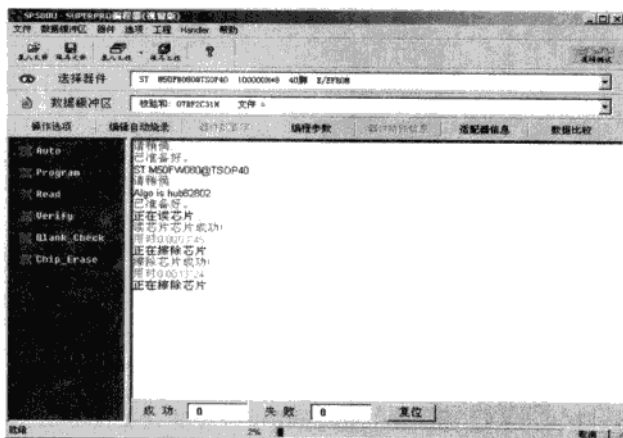
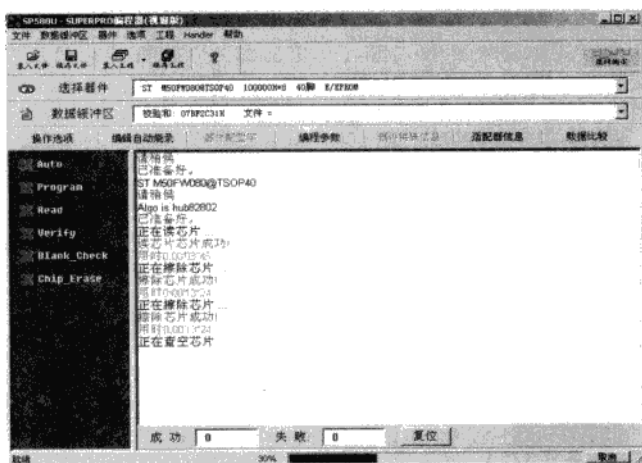

图 3-28 擦除掉芯片
图 3-29 清空芯片
(6) 将芯片内的程序擦除掉 Chip_Erase 然后清空 Blank_Check (如图 3-28 和图 3-29 所示)